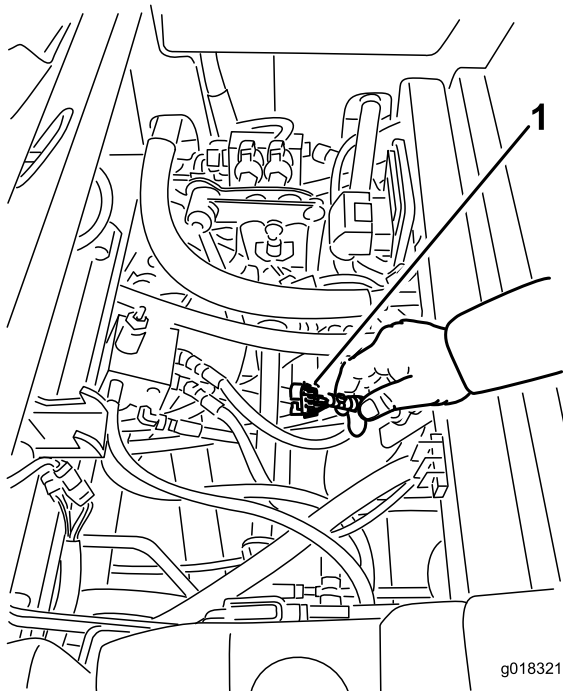

図 39
3. コントローラの近くにあるワイヤハーネスとそのコネクタを探し出す 図 39。